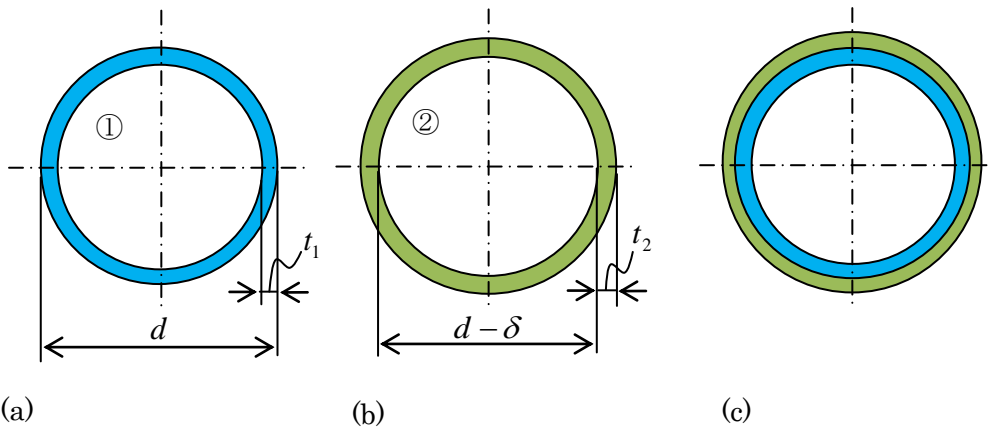
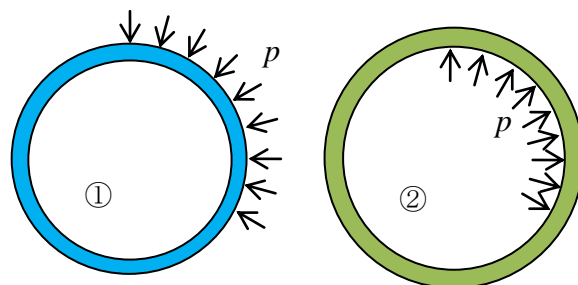

図 1
図 2
第 54 話では物体の熱変形を利用したスイッチの話をしたが、物体の温度変化による膨張・収縮の性質は物体を結合させるときにも用いられる。その代表的なものが焼嵌め（やきばめ）である。ここではその計算例を紹介しよう。図 1(a)は外径が $d$ 、肉厚が $t_1$ の薄肉円筒①であり、図 1(b)は内径が図 1(a)の円筒①の外径 $d$ よりわずかな量 $\delta$ だけ小さい、肉厚 $t_2$ の薄肉円筒②である。いま円筒②だけを加熱し、膨張させて内径を $d$ 以上に膨らませれば、円筒①を図 1(c)のように内側にはめ込むことができる。
はめ込んだ後に元の温度に戻れば、円筒②は縮み、円筒①を締めつけることになる。①の円筒の外径は②の円筒の内径より大きいので温度が下がった状態では両円筒間に圧力が作用することになり、容易には二つの円筒ははずれない状態となる。このようにして結合することを**焼嵌め（やきばめ）**と呼び、様々な利用方法がある。ここでは図 1 の例において、二つの円筒間の面圧  $p$  や円筒に生ずる応力を求めよう。
図 2 は、材料力学問題を解くときの基本手順の通り、図 1(c)の 2 円筒が合体した状態を個々の円筒に分解したものである。円筒①の外径は円筒②の内径より実際には大きいので、接触面では押し合う力が働く状態となる。すなわち、両円筒には作用・反作用の力が働く。その単位面積当たりの力、圧力（面圧）を  $p$  と仮定すれば、この問題は教科書の 8・6 節において説明した薄肉円筒に外圧あるいは内圧が作用している問題と同じに考えることができる。